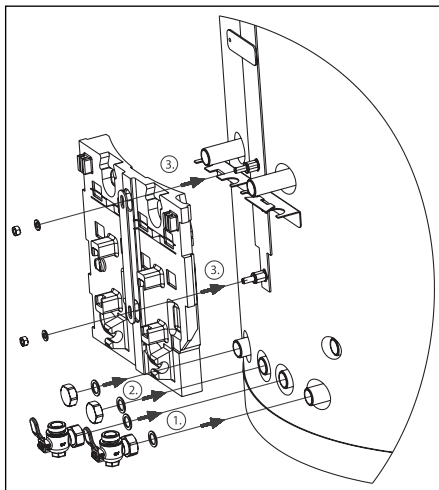

Abb. 9 Montage Kugelhähne und Isolierung Heizkreise
- Die Kugelhähne G 1 mit Dichtungen an der rechten Speicherseite anschließen (Abbildung 9 Punkt 1)